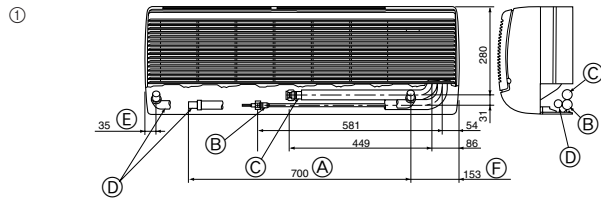

Fig. 4-3
① Расположение труб хладагента и дренажных труб (Fig. 4-3)